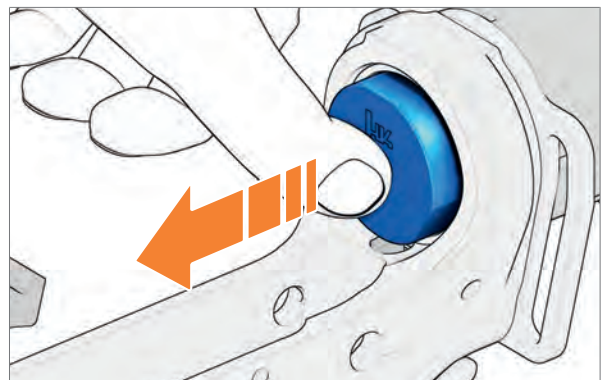

Abb. 94: Puffer und Schließfeder herausziehen
4. Puffer und Schließfeder nach vorne aus der Schulterstütze herausziehen (Abb. 94).